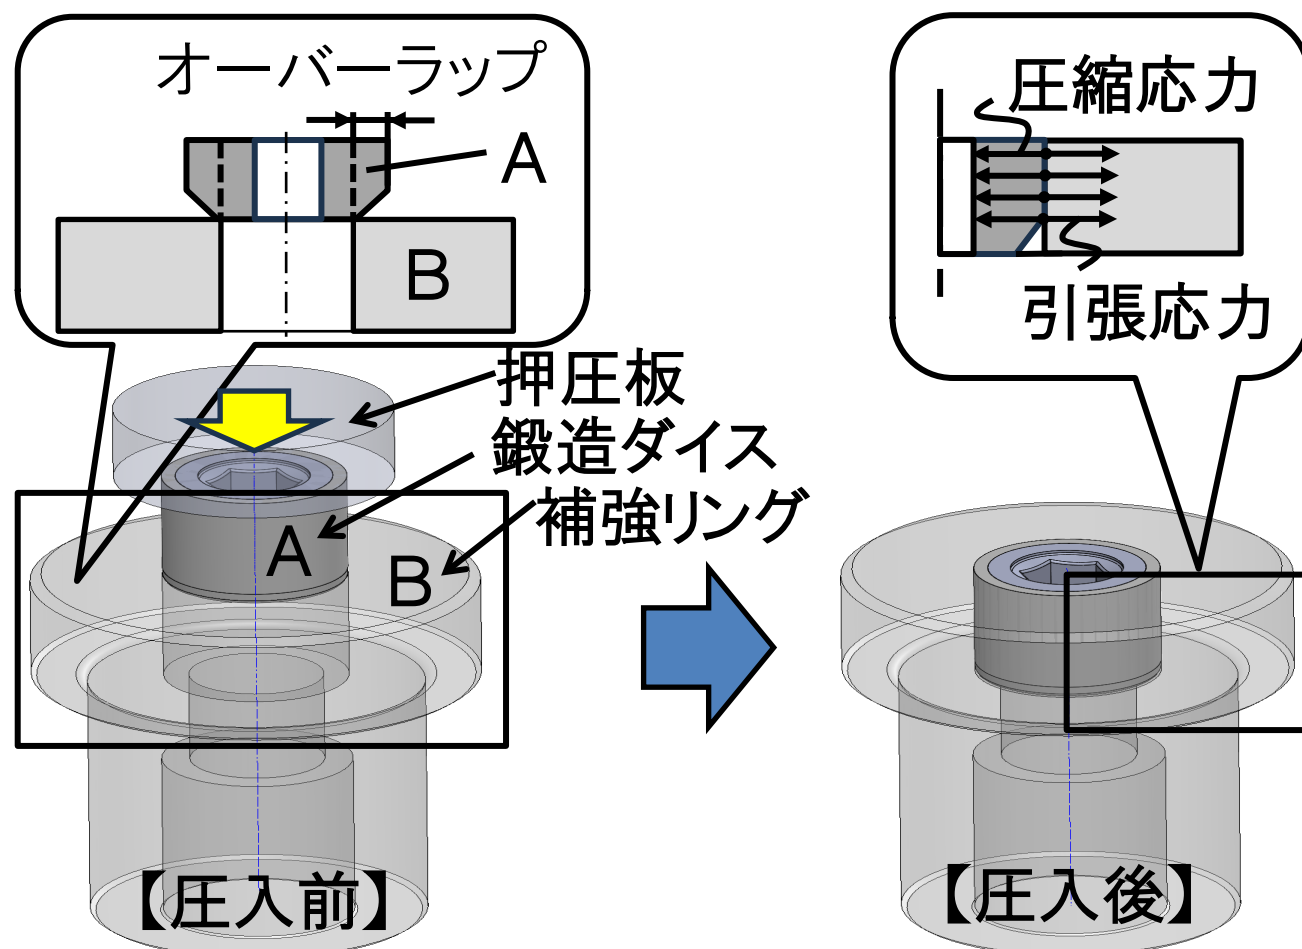

図1 鍛造金型と圧入の模式図
- ◆鍛造ダイス外径よりも補強リング内径を小さく設計してオーバーラップ部を設け、プレス機により鍛造ダイスを補強リング中に室温で強制的に押し込む圧入により予圧が生じます。（図1）